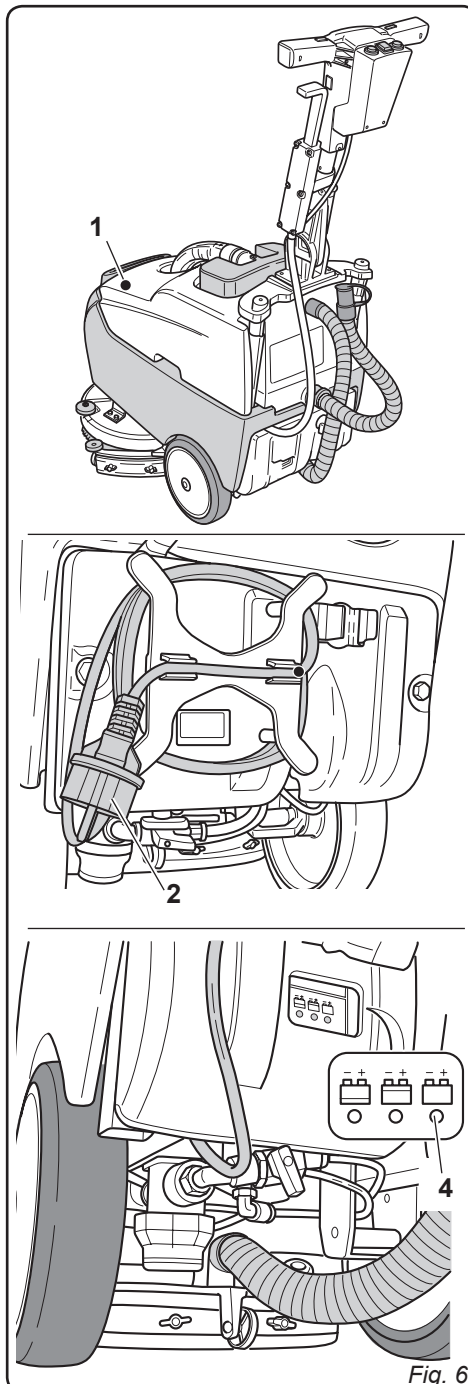

Fig. 6
4.1 CARREGAMENTO DAS BATERIAS (Fig. 6) (somente para a versão CB)